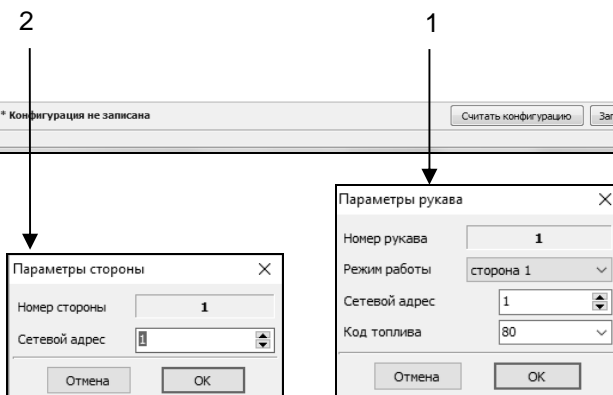

Рисунок 2
6.5 Для настройки параметров рукава сделать двойной клик левой кнопкой мыши по адресу требуемого рукава (рисунок 2, область № 1).